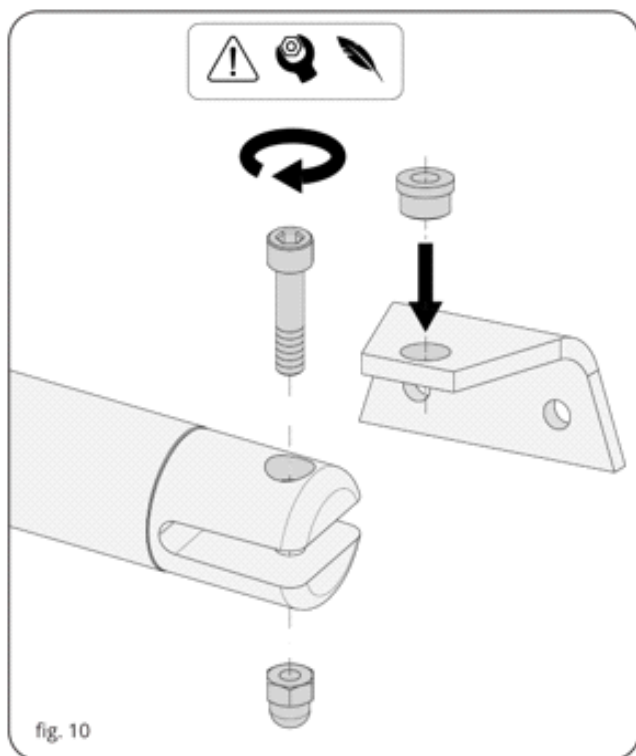

fig. 10
6.	Monteer de voorste beugel volgens fig. 10 . Bevestig de schroef met de bijbehorende moer en breng de zelfsmerende bus in de beugel aan.